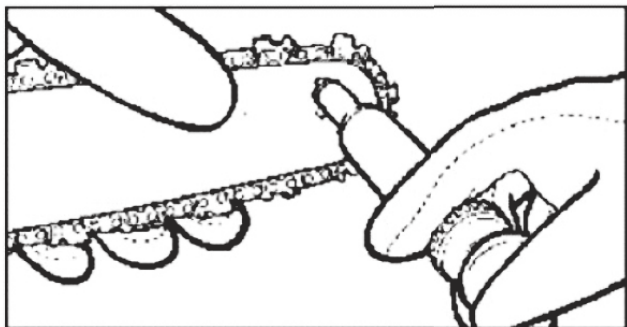

Abb.6
3. Führen Sie mit der Einweg-Schmierpistole eine Nadelspitze in das Schmierloch ein und spritzen Sie Fett ein, bis es an der Außenkante der Ritzelspitze erscheint (Abb. 6).